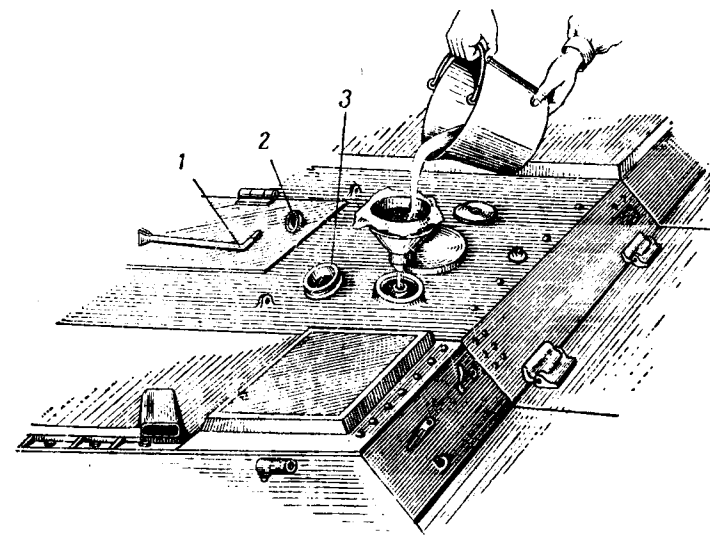

Рис. 3. Заправка танка топливом:
3. Очистить от грязи пробки заправочных горловин; последовательно отвернуть их и заполнить топливом правый основной бак и левые основные баки (рис. 3), уровень топлива должен доходить до фланцев заправочных горловин.